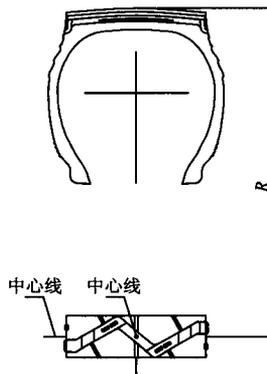
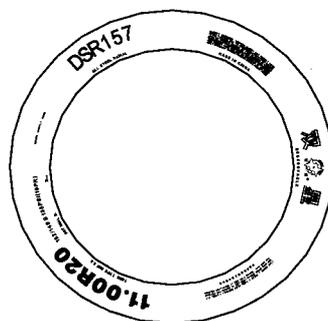

图1 处理后的轮胎花纹及轮廓平面
图2 处理后的轮胎胎侧字体平面
处理后的轮胎花纹及轮廓平面如图1所示,将该图另存为“轮廓花纹.dxf”,并保存文件。处理后的轮胎胎侧字体平面如图2所示,将该图另存为“字牌.dxf”,并保存文件。
(4)将轮胎花纹图及轮廓图的中心点移到坐标原点,以便立体图旋转时使用,而且它在后续绘图时将作为轮胎的中心点,中心线将作为轮胎的旋转轴。中心点及中心线标识见图1。
(3)选择前视基准面,然后点击菜单中的“插入”命令“DXF/DWG”,打开保存好的“轮廓花纹.dxf”,然后点击完成。轮胎花纹及轮廓图(图1)就导入到立体图绘制程序中了。选择右视基准面,然后点击菜单中的“插入”命令“DXF/DWG”,打开保存好的“字牌.dxf”,然后点击完成,轮胎胎侧字体图(图2)就导入到立体图绘制程序中了。
(1)注意选择基准面,当选择一个基准面导入图1后,也可以新建一个基准面,只要垂直于前视基准面,就可以将字牌图导入到新建的基准面中。必须将平面图文件的后缀名“*.dwg”改为“*.dxf”。